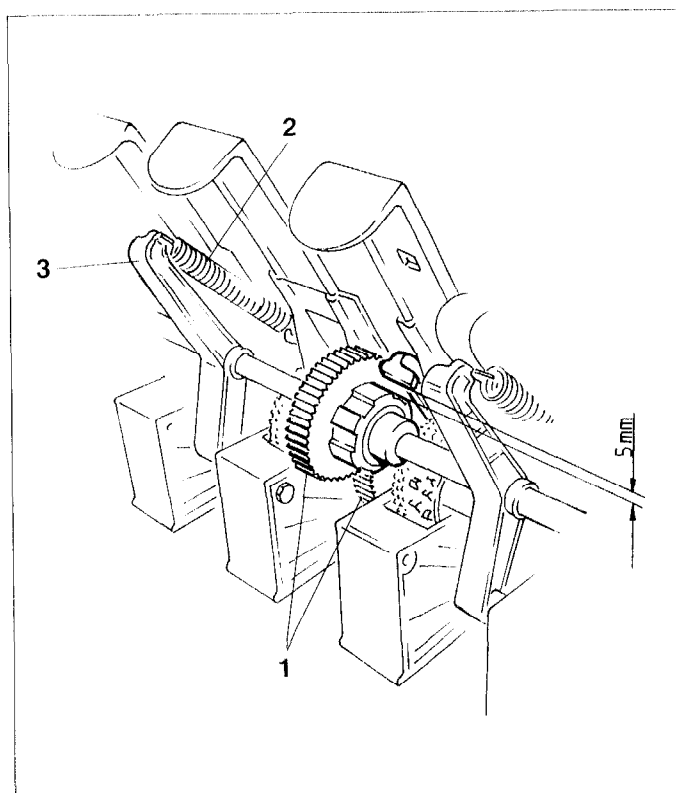

Fig. 13.18
- Zahnräder (Fig. 13.18/1) der Vorgelegewelle und der Säwelle in Eingriff bringen.
- Zugfedern (Fig. 13.18/2) an den Schwenklagern (Fig. 13.18/3) einhängen.